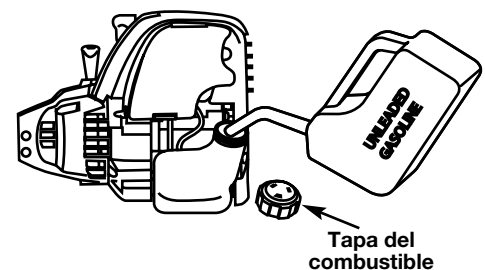

Fig. 19
- Saque la tapa de la gasolina (Fig. 19).
- Coloque el pico del recipiente de gasolina en el orificio de llenado del tanque de gasolina (Fig. 19) y llene el tanque.